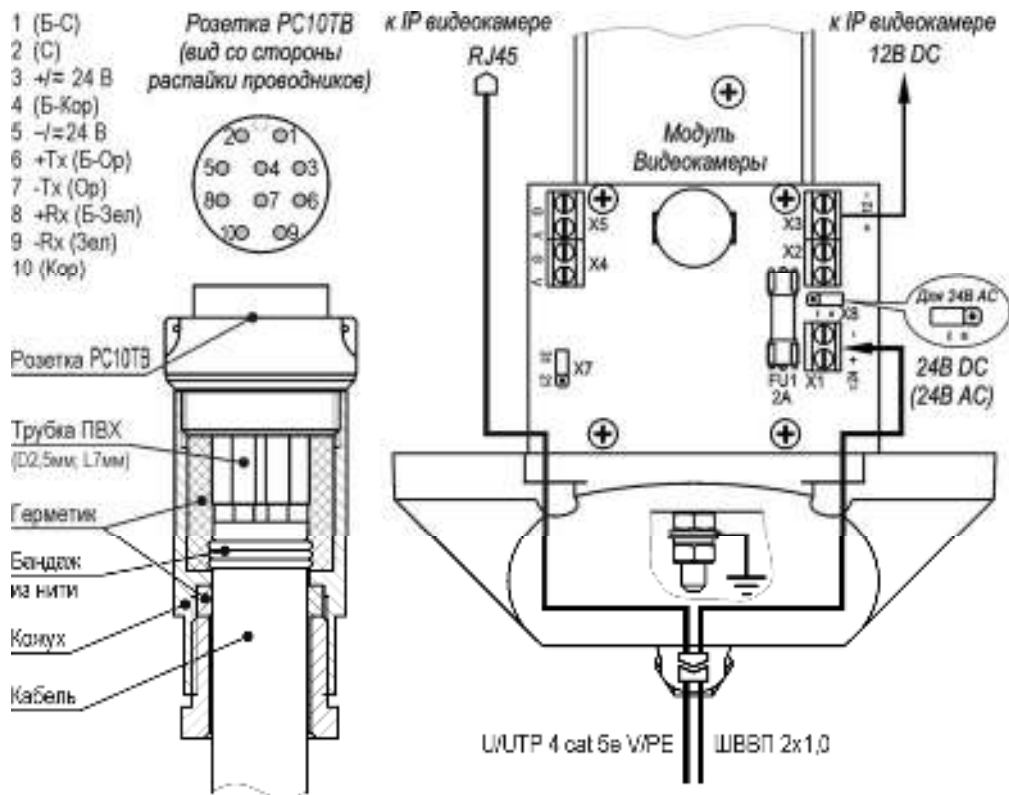

Рис.2 Распайка разъёма PC10TV и схема подключения
1. Распаять ответную часть разъема PC10TB согласно требованиям к электромонтажу в соответствии с рис.2. После распайки разъем заполнить герметиком кремнийорганическим.
4. При необходимости изменить напряжение питания гермобокса или мощности обогрева, выкрутить 4 винта крепления задней крышки гермобокса, выдвинуть модуль видеокамеры из кожуха и установить джамперы X7 и X8 в нужное положение (рис.2). Установить модуль видеокамеры обратно в кожух. Закрутить 4 винта крепления задней крышки.
– X7 в положение «31» - мощность обогрева 31 Вт, для изменения мощности на 21 Вт джампер X7 необходимо переставить в положение «21» (см. рис.2);
– джампер X8 установлен в положение «=» – напряжение питания 24В DC, для питания гермобокса переменным напряжением 24В необходимо переставить джампер X8, в положение «~» (см. рис.2).